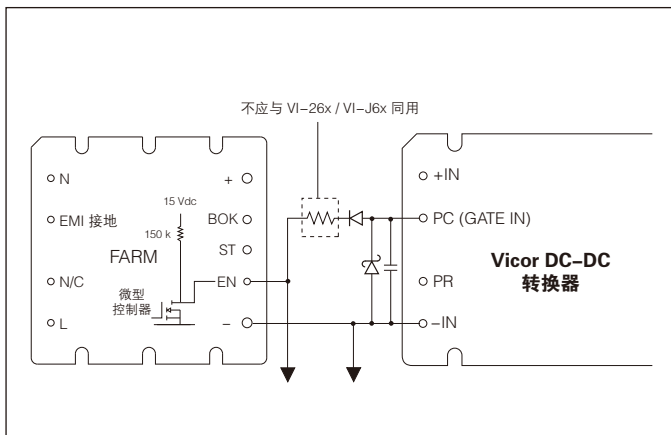

图 8-4 — 使能 (EN) 引脚功能
使能 (EN) 引脚 (图 8-4) 使能 (EN) 引脚必须接到所有 DC-DC 转换器模块的 PC 引脚或 GATE IN 引脚，以便刚接通电源时，FARM 能暂时关断 DC-DC 转换器模